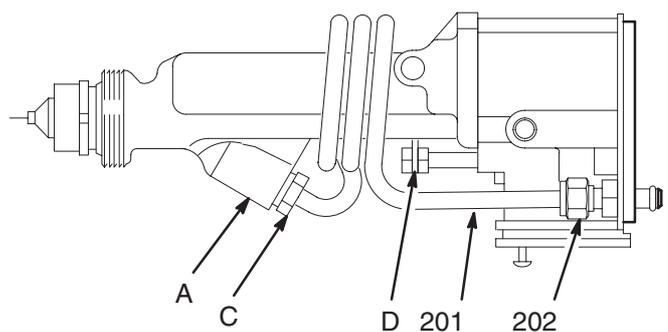

Fig. 33 03904
7. Colocar el conjunto del tubo extensible de forma que su acoplamiento de entrada roscada (C) esté alineada con la entrada de producto del cañón (A), y después apretar el acoplamiento dentro de la entrada, como ilustra la Fig. 33.
9. Instalar el conjunto del tubo extensible (201) en el acoplamiento del producto y apretar la tuerca (202). Ver la Fig. 33. Cerciorarse de que ninguna parte del tubo esté en contacto con el brazo del actuador (D) para evitar que el tubo lo roce durante el funcionamiento.